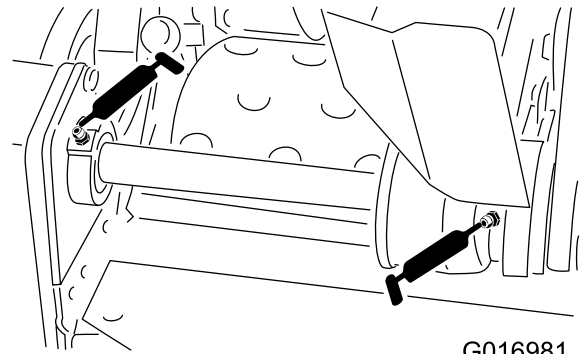

Bild 20
- 2 an den Spindelzwischenwellenlagern (Bild 20)